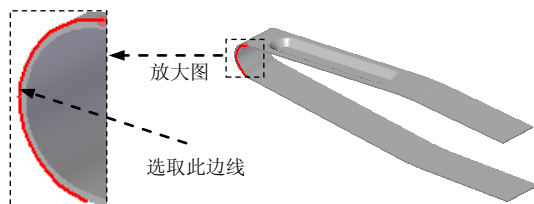
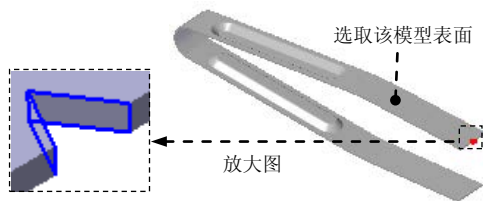

图 6.9.40 选取曲线
图 6.9.41 法向除料特征 1
(1) 选取要镜像的特征。选取上一步所创建的加强筋特征为镜像源。
(2) 选择命令。单击“主页”功能选项卡“阵列”工具栏中的镜像按钮。
(3) 定义镜像平面。在命令条“创建起源”选项下拉列表中选择垂直于曲线的平面选项;选取图 6.9.40 所示的曲线,在命令条**位置**文本框中输入值 0.5,并按 Enter 键。
(4) 单击完成按钮,完成特征的创建。
Step6. 创建图 6.9.41 所示的法向除料特征 1。
(1) 选择命令。在“主页”功能选项卡“钣金”工具栏中单击  按钮，选择  法向除料命令。
(2) 定义特征的截面草图。
① 选取草图平面。在系统 **单击平的面或参考平面。** 的提示下，选取图 6.9.41 所示的模型表面为草图平面。